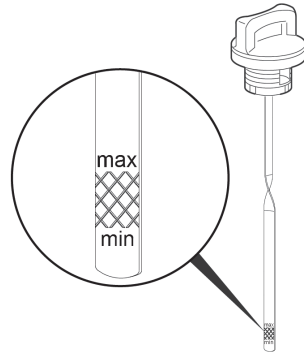

Рис. 10 Уровень масла в картере двигателя
5. Аккуратно вытащите щуп и осмотрите его. Уровень масла должен соответствовать верхней отметке «max» на щупе (Рис. 10).
- Аккуратно извлеките щуп и осмотрите его. Уровень масла должен соответствовать верхней отметке на щупе. При недостаточном уровне масла в картере необходимо долить чистое масло до верхней отметки «тах» на щупе (Рис. 10).